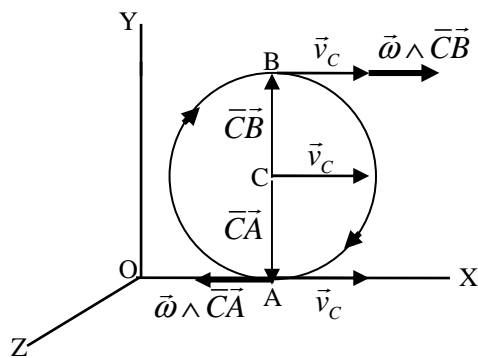
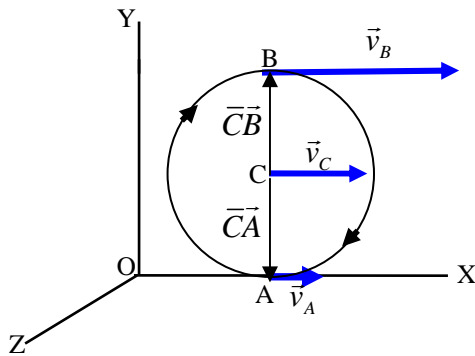

Fig.14
Fig.15
Se trata de buscar una ecuación, que determine la velocidad de un punto B,  $\vec{v}_B$  del sólido rígido, si se conocen la velocidad  $\vec{v}_C$  de otro punto C del mismo fig.14, respecto de un sistema de referencia y la velocidad angular del sólido  $\vec{\omega}$ . Considerando la combinación de traslación más rotación, en la fig.14 se representa una rueda que gira en el sentido de las agujas de un reloj, el vector  $\vec{\omega}$  (no dibujado) es perpendicular al plano del papel y entrante en C. Sabemos que la velocidad de traslación es la misma para todas las partículas del sólido, de modo que vale igual para las partículas C y B. Si además se considera que hay una rotación alrededor del punto C, con una velocidad angular  $\vec{\omega}$ , para calcular la velocidad del punto B, habrá que añadir el término  $\vec{\omega} \wedge \vec{CB}$  que tiene en cuenta el efecto en la velocidad, de la rotación. De modo que la velocidad de B es la suma de la de traslación + la de rotación
**b) Como ejemplo de aplicación, se va a estudiar ampliamente el caso de una rueda con un movimiento general.** El eje de rotación pasa por su centro de masas, punto C, fig.14 y fig.15.
*Cuando se produce la rodadura, el punto en contacto con el suelo, solo tiene aceleración normal, fig.15.*